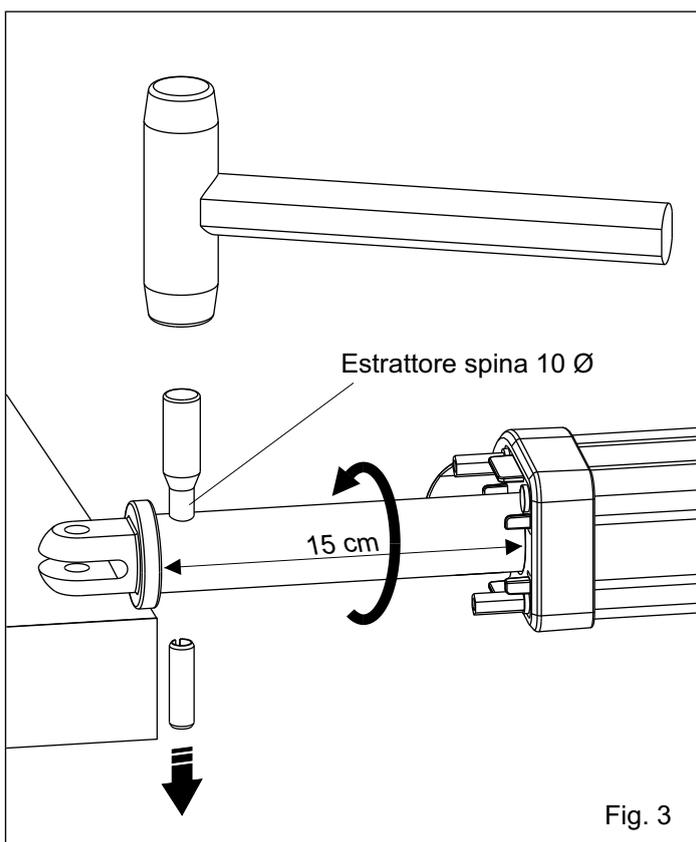

Fig. 3
3. Ruotare in senso orario lo stelo per tirarlo fuori di 15 cm ed estrarre la spina di serratura della **forcella** anteriore usando un estrattore di spine con \varnothing 10 ed un martello (Fig. 3). **AVVERTENZA:** Verificare che tutto il lavoro sia effettuato su una superficie molto solida.